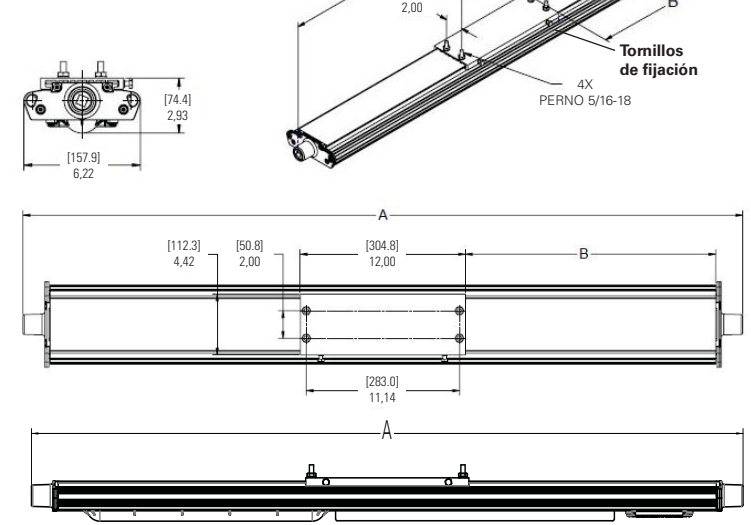

Imagen 3. Instalación del montaje trasero DP1057MTK
2. Para el montaje trasero, use los soportes como una plantilla, marque y perforo agujeros en la superficie del montaje y use los pernos suministrados de 5/16" (ver Imagen 3).
3. El dispositivo ahora está listo para su montaje. Se recomienda encarecidamente que use a dos (2) personas especializadas calificadas para proceder con el montaje final del dispositivo. Se recomienda esto para evitar cualquier lesión personal o daño al dispositivo.
5. Ajuste los dos (2) tornillos de fijación de 1/4" en el soporte de deslizamiento hasta que estén abajo. Gire a 78 pulgadas-libras. (8.8 N-m).